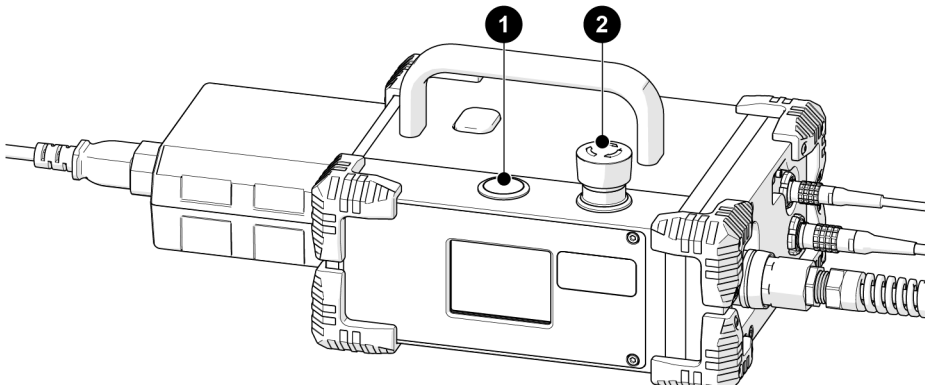

Abbildung 4-2 Leistungsregler
3. Suchen Sie den roten Not-Aus-Taster am Leistungsregler. Drehen Sie diesen Taster im Uhrzeigersinn, um Teil 1 zu entriegeln (siehe Abbildung 4-2 auf Seite 140).
Der grüne Drucktaster am Leistungsregler aktiviert das System (siehe Punkt 2, Abbildung 4-2 auf Seite 140).